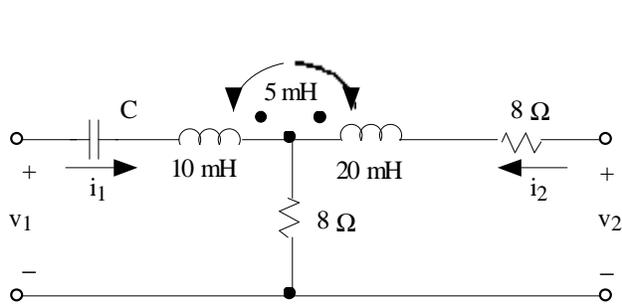

Figura 1
1.- Dado el circuito de la figura 1: